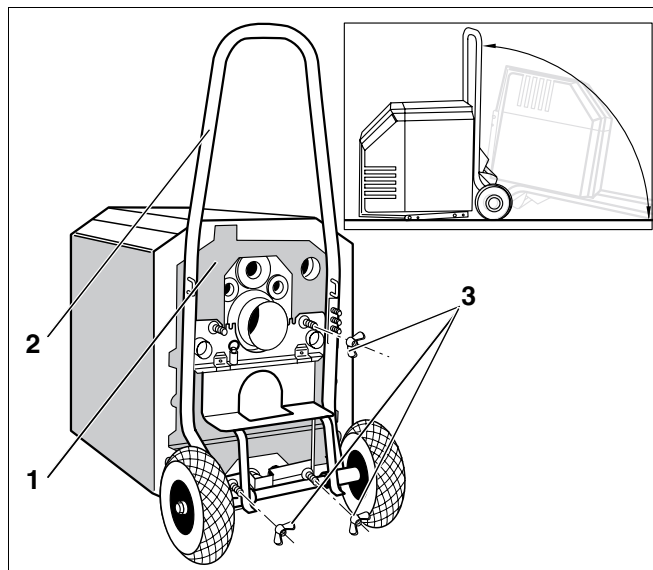

Fig. 8 Husk at sikre kedlen på kedelvognen.
- Stil kedelvognen (fig. 8, **pos. 2**) foran kedlens bagside (fig. 8, **pos. 1**).
- Husk at sikre kedelvognen (fig. 8, **pos. 2**) med tre vingemøtrikker (fig. 8, **pos. 3**) på bagsiden af kedlen (fig. 8, **pos. 1**).
- Fastgør kedelvognen på kedlens bagside (fig. 8).
- Vip kedelvognen med kedel, og læg den ned (fig. 8).